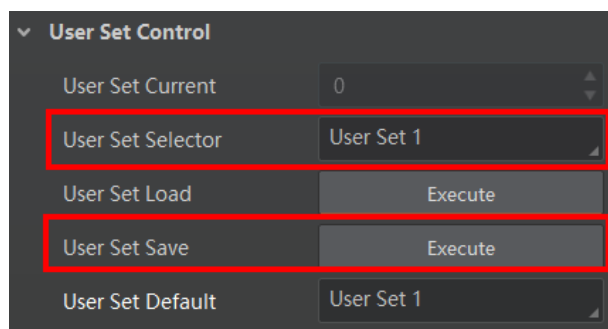

图8-17 保存参数设置
- 保存参数：修改参数后，通过 *User Set Selector* 参数下拉选择其中一套 *User Set* 参数，点击 *User Set Save* 处的 “Execute”，即可将参数保存到用户参数中，如图 8-17 所示。